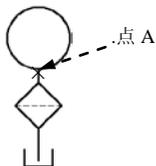

图 17.8.8 绘制圆（一）
(4) 绘制圆。选择下拉菜单 **绘图** **圆** **圆心、半径** 命令，捕捉图 17.8.8 所示的点 A（不要单击），向上移动光标，在命令行中输入数值 18 后按 Enter 键，输入半径值 18 后按 Enter 键结束操作。结果如图 17.8.8 所示。